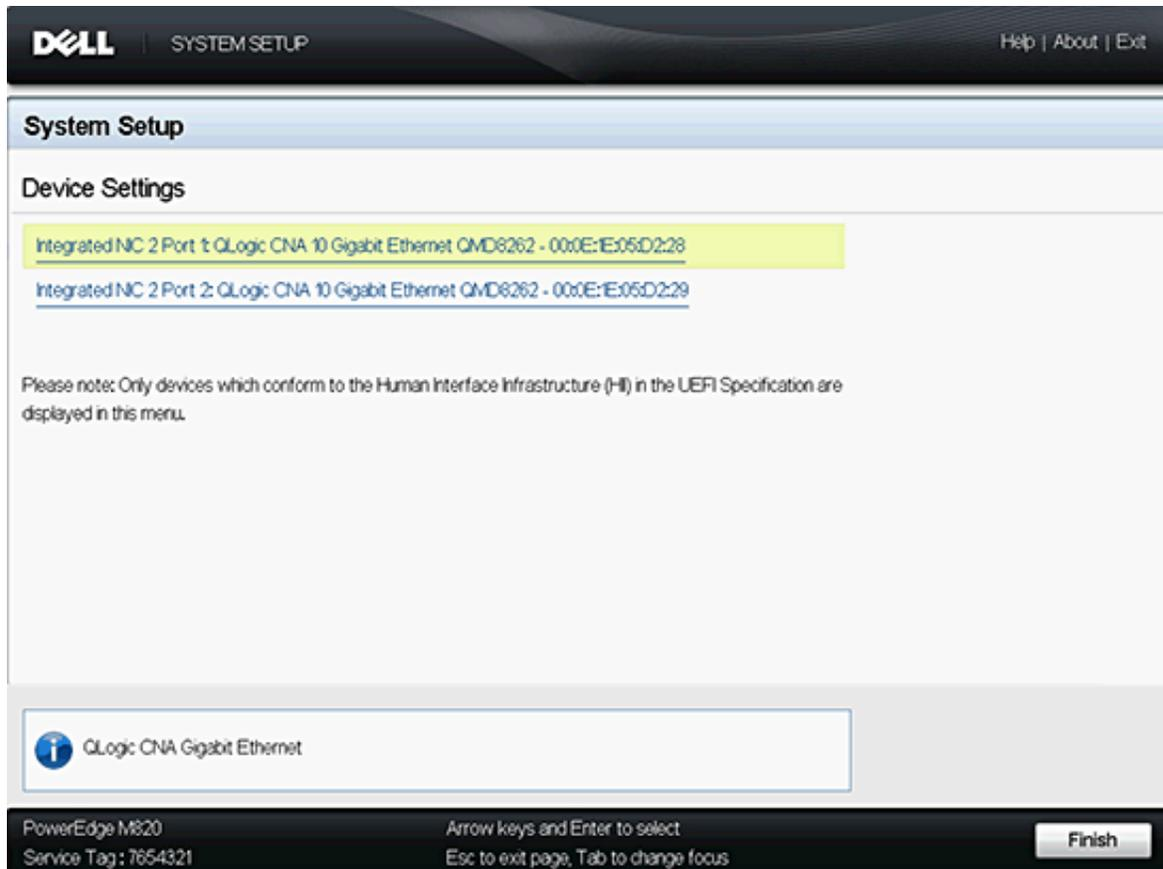

Figure 4-4. Sélection du périphérique à configurer
3. Dans l'écran Device Settings (Paramètres du périphérique), sélectionnez l'adaptateur que vous souhaitez configurer (voir Figure 4-4).